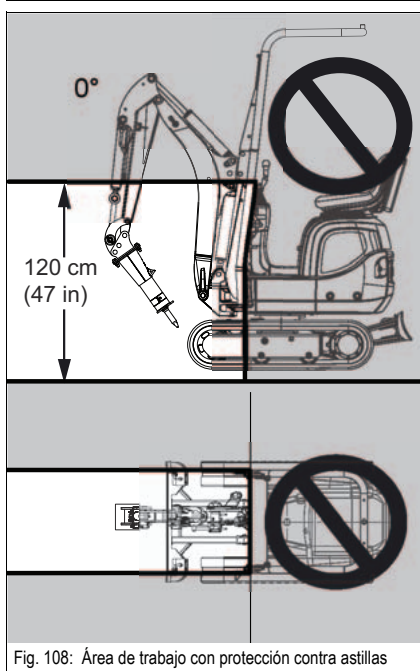

Fig. 108: Área de trabajo con protección contra astillas
- Observar el área de trabajo limitada (ver Fig. 108).